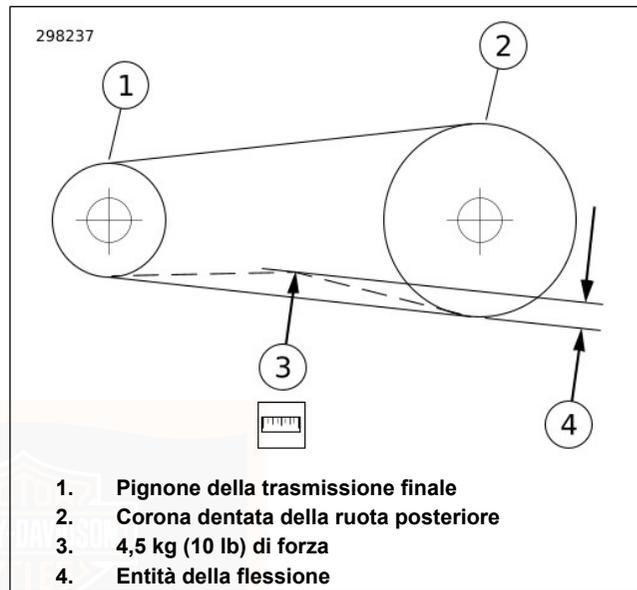

Figura 71. Controllo della flessione della cinghia
- b. **Tutti gli altri modelli:** Vedere Figura 71. Misurare la flessione della cinghia (4) tenendo fermo il misuratore.